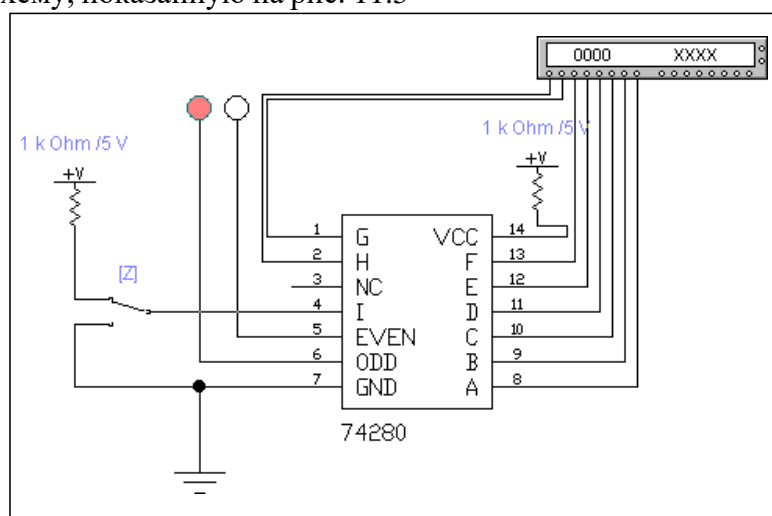

Рисунок 11.5. Схема включения ИМС 74280
1) Занесите схему, показанную на рис. 11.5